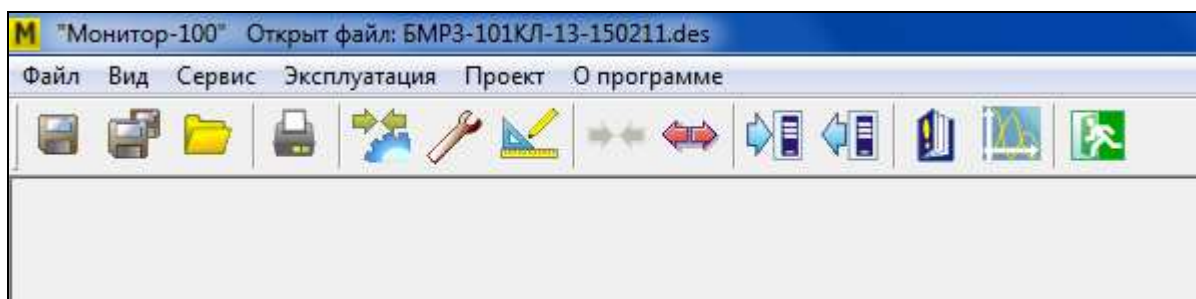

Рисунок 16
3.1.2.1 Главное меню содержит шесть пунктов – «Файл», «Вид», «Сервис», «Эксплуатация», «Проект» и «О программе» (рисунок 16). Панель инструментов содержит 14 кнопок панели инструментов (далее – КПИ), которые дублируются подпунктами главного меню и снабжены всплывающими подсказками.